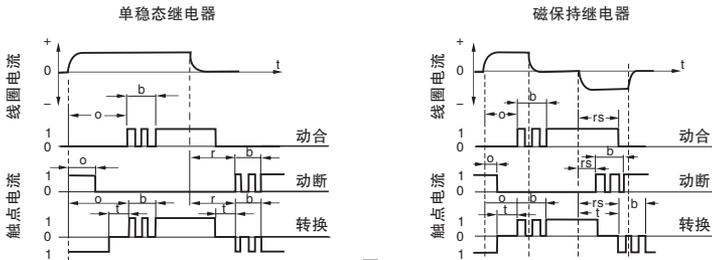

图2
2.3 动作时间：指处于释放状态的继电器，从给线圈施加阶跃额定电压的瞬间起，到继电器的常开触点闭合瞬间为止的时间（不含动作回跳时间），一般以“ms”表示。对于磁保持继电器，是指处于复归状态的继电器，从给线圈施加阶跃额定电压的瞬间起，到继电器的常开触点闭合瞬间为止的时间。参见图2。
2.5 复归时间：仅针对磁保持继电器，是指处于动作状态的继电器，从复归线圈施加额定电压的瞬间起，到继电器的常闭触点闭合瞬间为止的时间。参见图2。
2.6 回跳时间：一般指从触点闭合瞬间到稳定闭合为止的时间，一般以“ms”表示。参见图2